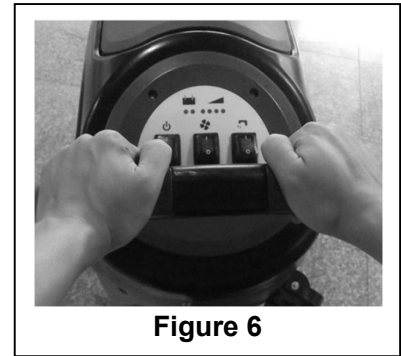

Figure 6
L'une des caractéristiques de la machine est l'installation de deux interrupteurs de sécurité sur les deux côtés du guidon. Chaque interrupteur de sécurité est capable de commander indépendamment le fonctionnement de la brosse. En utilisation, cela facilite le contrôle du fonctionnement de la machine. Par expérience, la méthode pour déplacer la machine indiquée sur la Figure 6 à droite est plus appropriée, les utilisateurs se sentent plus à l'aise avec les mains, elle réduit également la fatigue liée au travail. Il est donc recommandé de déplacer la machine de cette façon.
2. Maintenez l'interrupteur de sécurité (1) (selon la manière indiquée dans la Figure 6), appuyez pour déplacer la machine et commencez le travail de nettoyage.